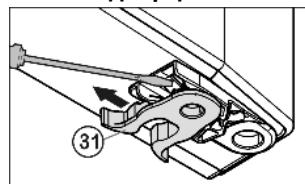

Fig. 8
- переставить пружинный зажим Fig. 8 (31): Нажать вниз язычок защелки, снять с него пружинный зажим.